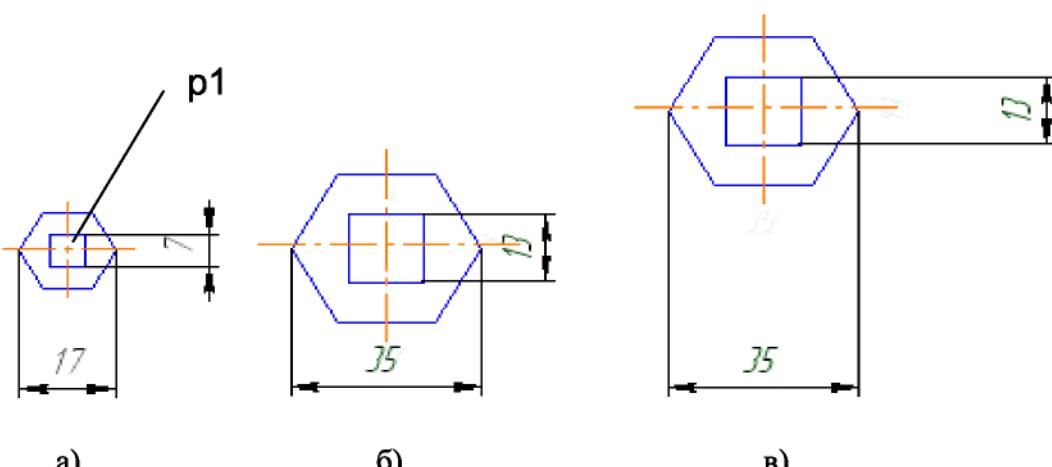

Рис. 4.7. - Примеры масштабирования объектов
Если среди выделенных объектов имеются размеры, то их номинальные значения будут откорректированы в соответствии с масштабным коэффициентом. Для управления выносными линиями размеров в **Панели свойств** имеются переключатели:  - **Не масштабировать** и  - **Масштабировать**. Работа переключателей проиллюстрирована на рис. 4.7а, б, в. На рис. 4.7а показано исходное изображение фрагмента, на рис. 4.7 б - масштабирование при включенном переключателе  и на рис. 4.7 в - масштабирование при включенном переключателе  . Одни и те же выделенные объекты могут быть масштабированы несколько раз за одно обращение к команде.
- 3) после задания в Панели свойств масштабного коэффициента, необходимо указать точку, относительно которой будет происходить масштабирование. Такая точка на рис. 4.7 а обозначена - точка **p1**;